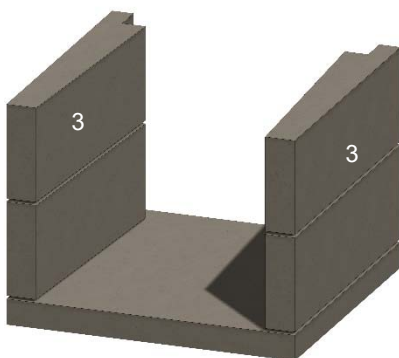

Figura 10. Paredes laterales centrales
D. Instale las paredes laterales centrales (3), asegurándose de que estén niveladas y a escuadra. Véase la figura 10.